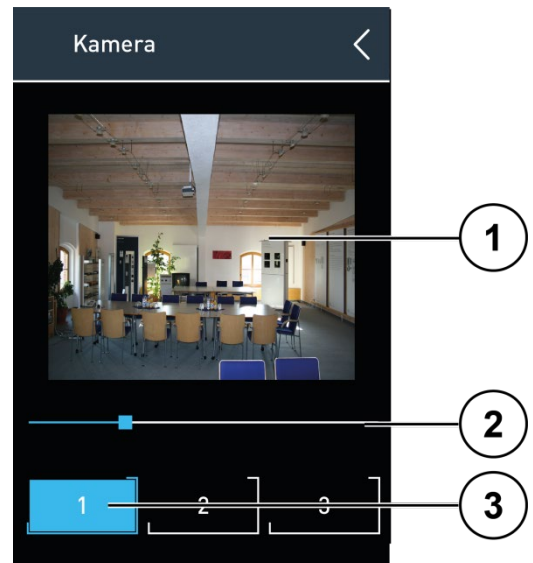

Abb. 12: Kamera
- Im Menü *Kamera* wird das *Live-Bild* (1) der Kamera angezeigt (Abb. 12).
- ▶ Tippen Sie auf einen Kamera-Button (3).
- ▶ Schieben Sie den Zoomregler (2) nach rechts, um das Kamerabild zu vergrößern bzw. nach links, um das Kamerabild zu verkleinern.
- ▶ Tippen Sie auf den Kamera-Button (3) bis ein Quittungston ertönt. Der Erfassungsbereich ist gespeichert.